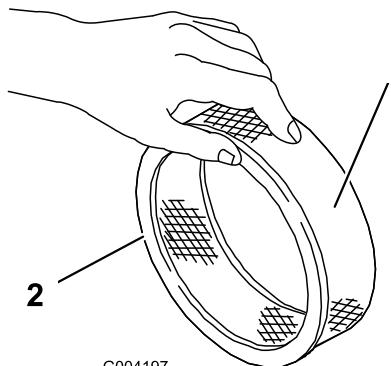

Figura 20
5. Inspeccione el elemento de papel por si estuviera roto, tuviera una película aceitosa o la junta de goma estuviera dañada (Figura 20).
1. Deslice cuidadosamente el prefiltrado de gomaespuma sobre el elemento de papel (Figura 20).